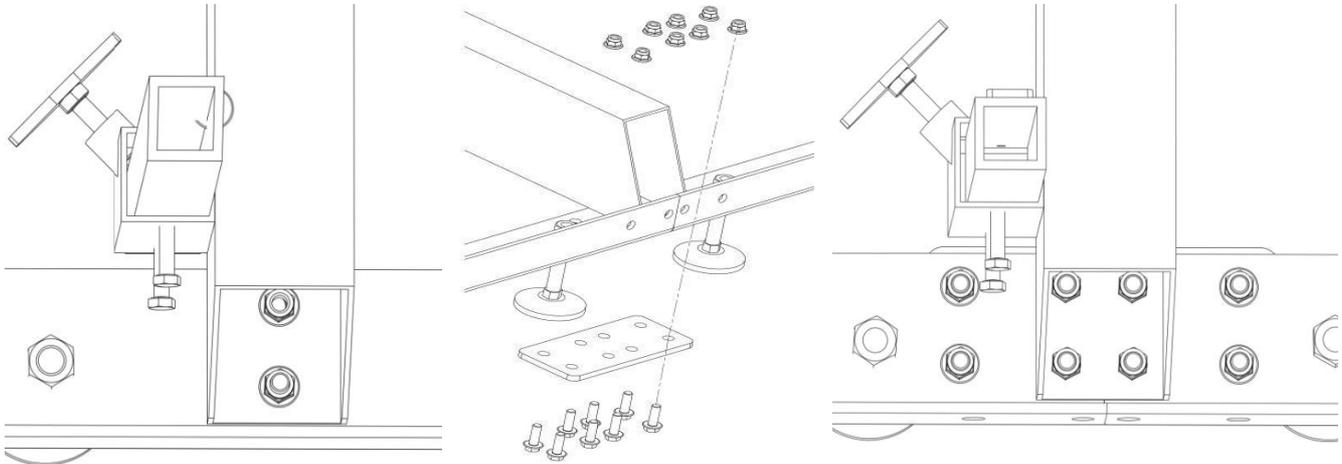

Abb. 5-2: Montage Querstützen
2. Befestigen Sie die Querstützen der Schiene mit den mitgelieferten Schrauben und Muttern am L-Profil. Die Verbindungsplatte wird an der Nahtstelle verwendet, um die beiden Abschnitte miteinander zu verbinden (Abb. 5-2, rechts unten). Ziehen Sie die Schrauben nur handfest an. Die Schrauben werden vollständig angezogen, sobald die Kopfbaugruppe frei auf den Schienen rollen kann, achten Sie auch auf die richtige Spurbreite.